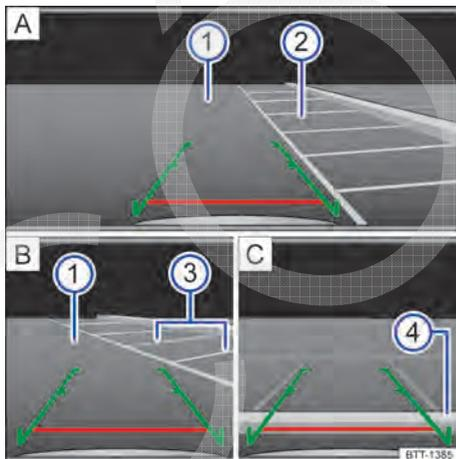

Fig. 110 Exibição do display do rádio ou do sistema de navegação: entrar na vaga de estacionamento com a câmera de marcha a ré (representação esquemática).
Legenda para exibição do display → Fig. 110:
2.	Posicionar o veículo na frente da vaga de estacionamento → Fig. 110 A ②.
4.	Conduzir para trás devagar e manobrar de modo que as guias verdes laterais conduzam entre as linhas de delimitação da vaga de estacionamento selecionada → Fig. 110 A ②. Observar a seguinte mensagem: Controlar a trajetória do veículo! → ▲ em Introdução ao tema na página 132!
5.	Alinhar o veículo na vaga de estacionamento selecionada de modo que as guias verdes laterais fiquem em cima das linhas de limitação lateral → Fig. 110 B ③.
6.	Parar o veículo o mais tardar ao atingir a guia vermelha horizontal de limitação traseira, por exemplo, meio-fio → Fig. 110 C ④.